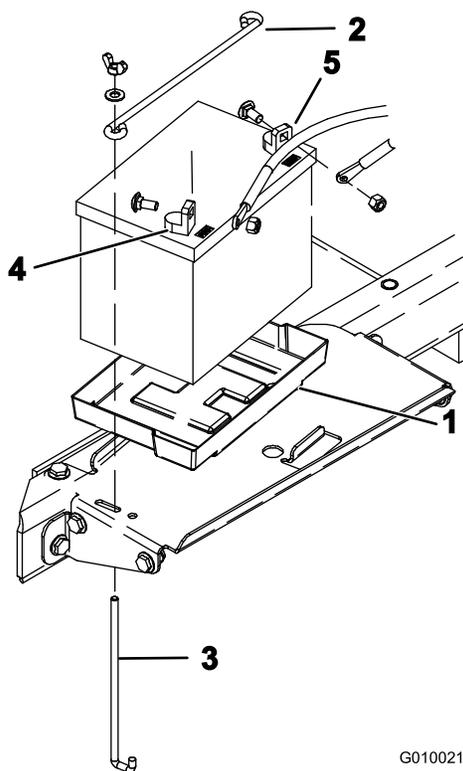

図 6
8. バッテリー・ボックスのトレイにバッテリーを載せる (図 6)。この時、端子が車体の外側へ向くようにする。
9. 横棒 (2 本)、縦棒 (2 本)、平ワッシャ、と蝶ネジ (2 個) でバッテリーを固定する (図 6)。
10. プラス (赤) ケーブルをプラス (+) 端子に、ボルトと蝶ナットで固定し (図 6)、次に、マイナス (黒) ケーブルをマイナス (-) 端子に接続し、ボルトと蝶ナットで固定する (図 6)。ショート防止のために (+) 端子にゴムキャップをかぶせる。